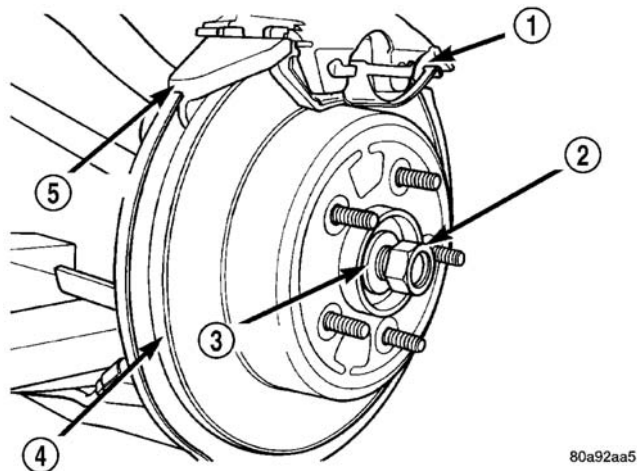

图 16 轮毂螺母和垫圈
(6) 从外等速万向节的短轴上卸下轮毂螺母和垫圈 (图 16)。
(7) 卸下将驱动轴内万向节安装到后动力传动系模块输出轴的 6 个螺栓。
（7）清洁外等速万向节短轴上的所有杂质。在外等速万向节短轴上安装垫圈和轮毂螺母（图 16）。
- （12）紧固外等速万向节轮毂螺母(图 16)至 244 N·m（180 ft.lbs.）的扭矩。